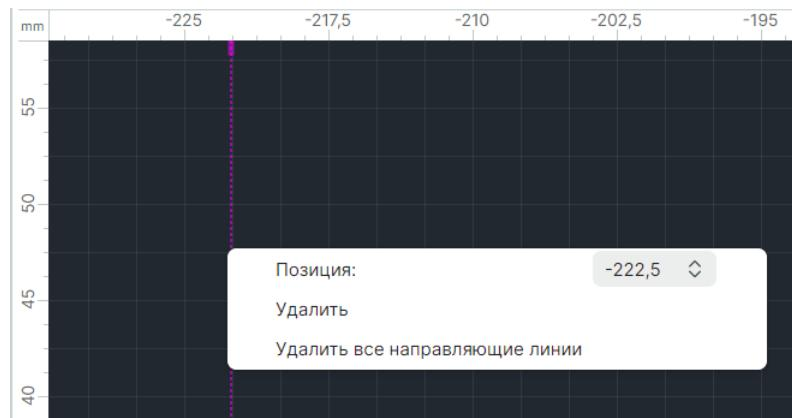

Рис. 211 Настройка направляющей линии
2. В отобразившемся окне «Направляющая линия» выберите необходимое действие, см. Рис. 211: